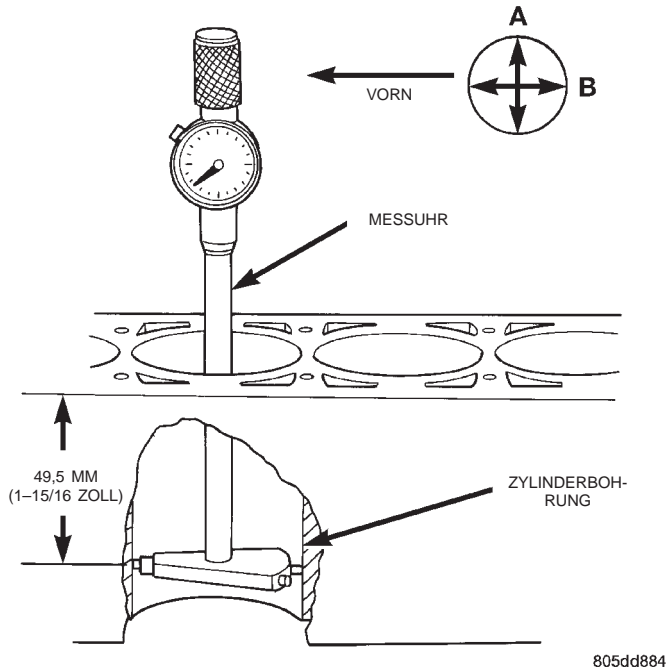

Abb. 4 Meßuhr
(1) Zur Ermittlung der korrekten Kolbengröße ist eine Zylindermeßuhr mit einer ABLESEGENAUIG- KEIT von 0,003 mm (0,0001 Zoll) erforderlich. Kein Innenmikrometer verwenden, falls eine Zylindermeß- uhr nicht zur Verfügung steht.
(2) Innendurchmesser der Zylinderbohrung 49,5 mm (1-15/16 Zoll) unterhalb der Oberkante messen. Bei Punkt A, senkrecht (gegenüberliegend oder mit 90 Grad) zur Achse der Kurbelwelle beginnen und anschließend eine zusätzliche Messung um 90 Grad versetzt an Punkt B vornehmen (Abb. 4).
(3) Die beschichteten Kolben werden komplett mit dem Kolbenbolzen und dem vorinstallierten Pleuel ausgetauscht. **Der beschichtete Kolben sowie das Pleuel können zur Überholung älterer Motoren verwendet werden und MÜSSEN als komplette**